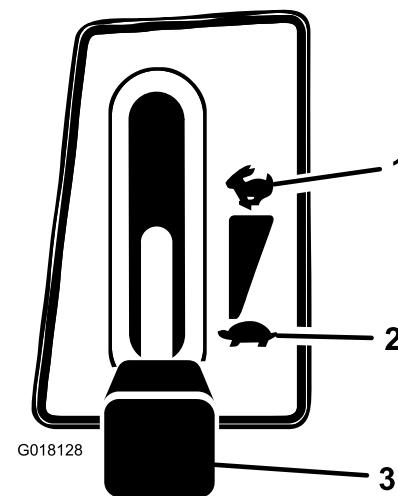

Figure 10
5. Lorsque le moteur a démarré, amenez progressivement la manette d'accélérateur en position haut régime et repoussez la manette de starter (Figure 10). Si le moteur cale ou hésite, ramenez la manette d'accélérateur en position bas régime et tirez la manette de starter pendant quelques secondes, puis placez la manette
- Poussez la commande de lame (PDF) en position "Désengagée" (Figure 10).
- Placez la manette d'accélérateur en position de ralenti (Figure 10).
1. Placez la manette d'accélérateur en position Régime maximum (Figure 10).